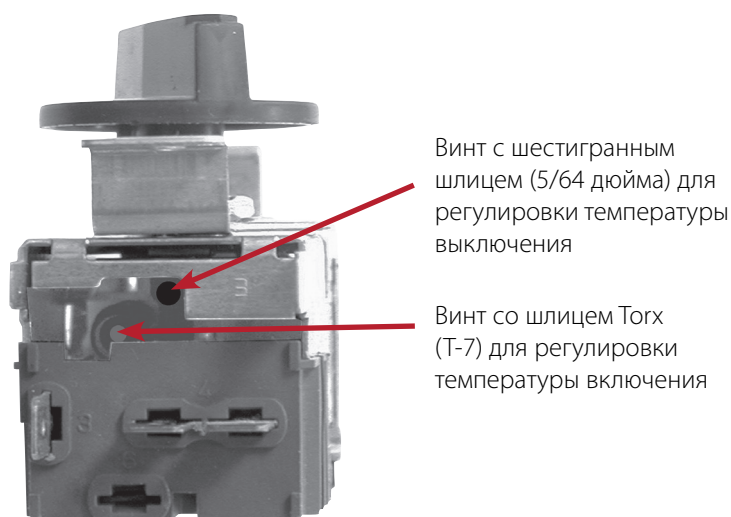

Рис. 1. Расположение винтов регулировки температуры включения и выключения на нижней части терморегулятора.
4. Повернуть винты для регулировки температуры включения и выключения (см. рис. 1) по часовой стрелке на требуемую величину.